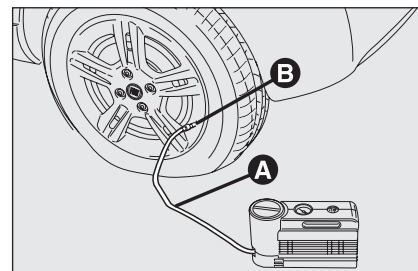

Abb. 9
- ☐ **Die Handbremse anziehen.** Den Ventildeckel vom Reifenventil abschrauben, den Füllschlauch **A-Abb. 9** herausziehen und den Ring **B** am Reifenventil festschrauben;